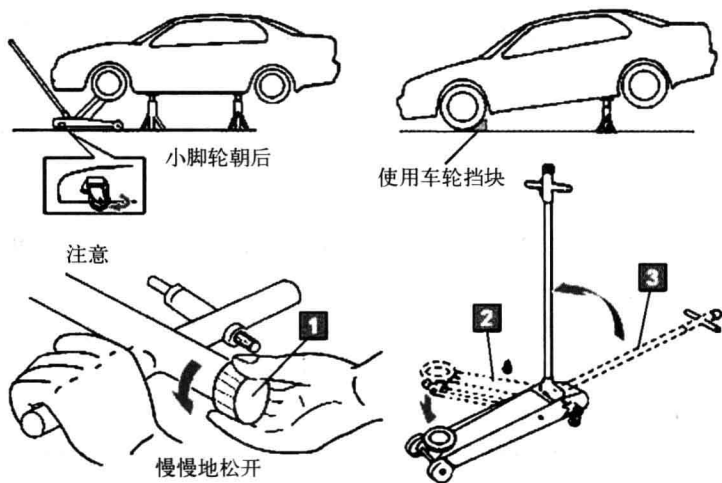

图1-9 千斤顶的落下
(2) 用千斤顶顶架汽车前，应用三角木塞住车轮，并拉紧驻车制动器。千斤顶要放置平稳，架车前准备好支撑车辆的工具，禁止使用石头、砖头、碎木块以及容易破碎和滑动的物体支撑。凡已经顶起并卸下车轮的汽车，不许在车上或车下工作。
(3) 当放下用千斤顶架起的车轮时，打开千斤顶开关要稳要慢，逐渐将车辆放回至地面，切勿车辆下降过快，压伤作业人员或者损毁车辆，如图 1-9 所示。